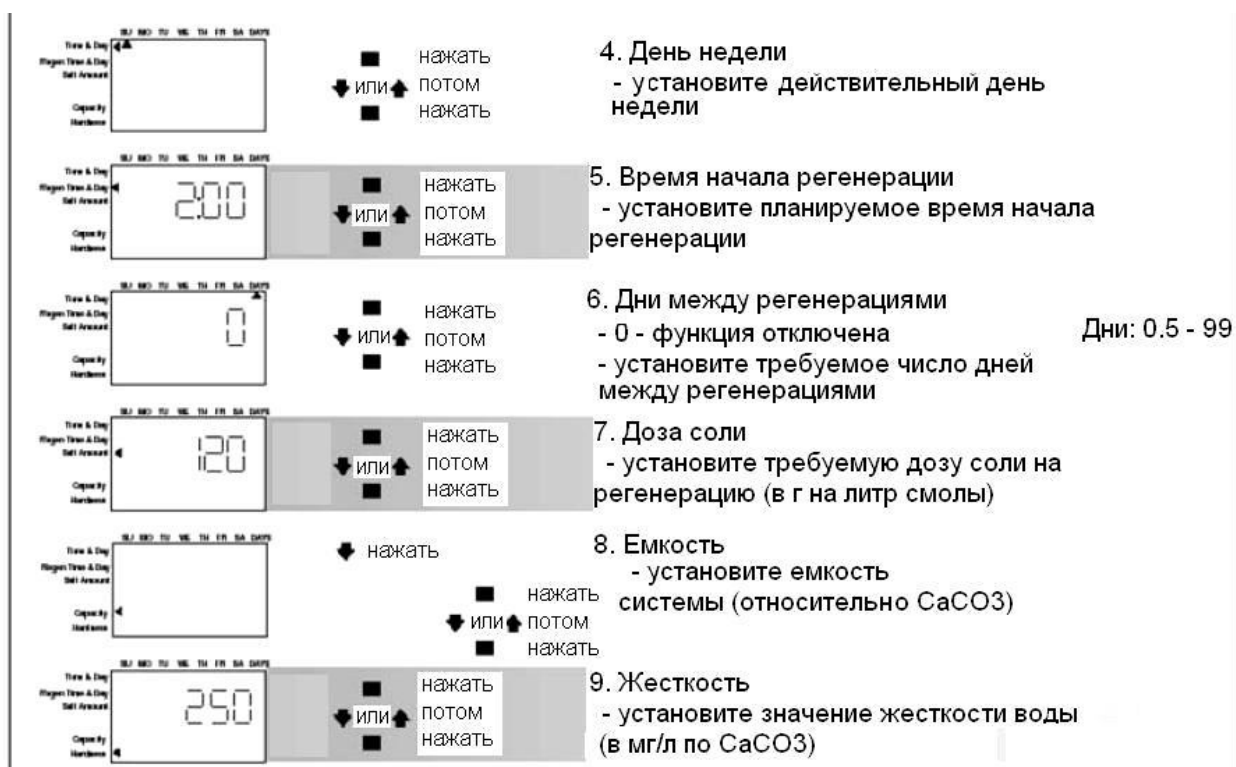

Рис. 5 Программирование параметров Уровня I
- Введите параметры программирования Уровня I (см. рис. 5). Обычно, после завершения программирования валы синхронизируются автоматически. Однако, рекомендуется